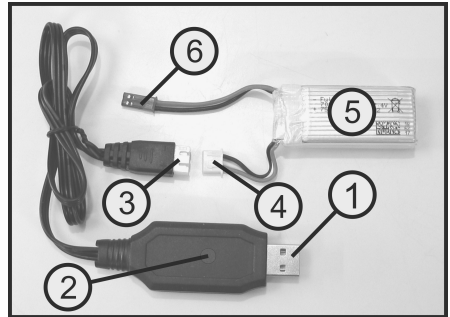
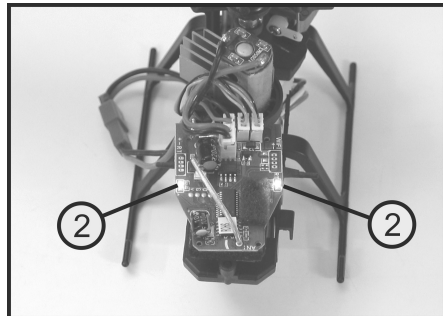

Bild 5
Bild 14
→ Aus fototechnischen Gründen ist das Ladekabel in der oberen Abbildung von Bild 5 im aufgewickelten Zustand zu sehen. Vor dem ersten Einsatz sollte der Kabelbinder geöffnet und das Ladekabel auf seine komplette Länge abgewickelt werden.
→ Das zweipolige Kabel mit dem BEC-Stecker (siehe Bild 5, Pos. 6) wird für den Ladevorgang nicht benötigt. Mit diesem Steckverbinder wird der geladene Akku später mit dem Modellhubschrauber verbunden.
Verbinden Sie den BEC-Stecker des Flugakkus (siehe auch Bild 5, Pos. 6) mit der BEC-Buchse (1) des Modellhubschraubers. Die beiden LEDs rechts und links unter der Kabinenhaube (siehe auch Bild 14, Pos. 2) leuchten kurz auf und beginnen danach zu flackern.
→ Für die bessere Darstellung der Position der LEDs wurde in Bild 14 die Kabinenhaube abgenommen.